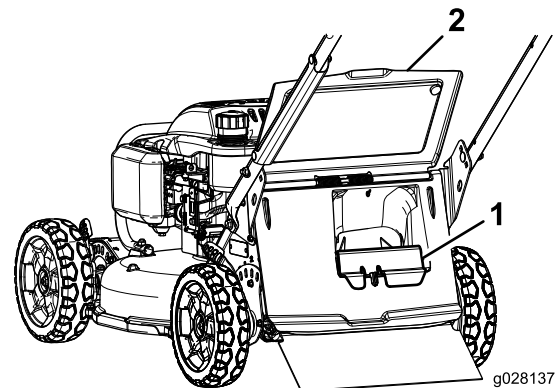

Figure 16
- Si l'obturateur d'éjection arrière n'est pas en place, saisissez-le par la poignée, soulevez le volet arrière, et insérez-le dans la goulotte d'éjection arrière jusqu'à ce que le verrou s'enclenche; voir Figure 16.
3. Retirez l'obturateur d'éjection arrière en appuyant sur le verrou avec le pouce et en tirant l'obturateur hors de la machine (Figure 16).